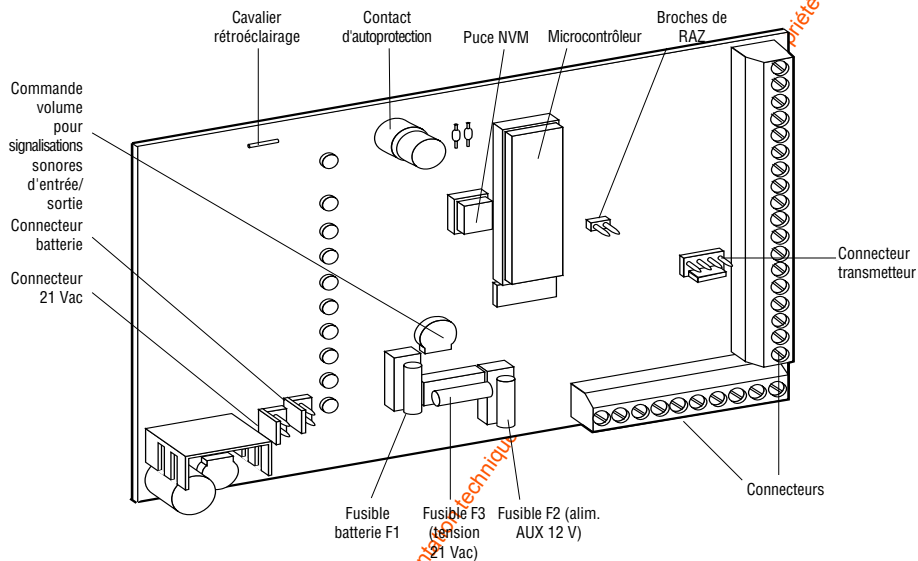

Figure 3. Vue intérieure de la centrale
La figure 3 présente le circuit imprimé principal. Le transformateur secteur et le haut-parleur interne sont situés sur le fond du boîtier.
**Note :** en sortie d'usine, la fonction de rétroéclairage du clavier est active. Pour la désactiver, couper le strap en se reportant à la figure 3.